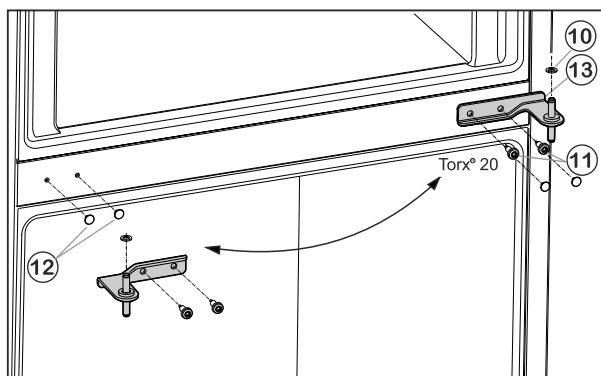

Fig. 6
- ▶ Opatrne stiahnite kryty *Fig. 6 (12)* a znovu ich nasadte na opačnej strane.